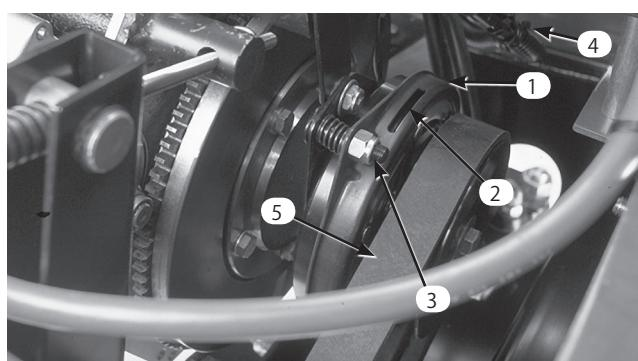

図53
2. クラッチの電気コネクタ（図53）を外す。
3. クラッチのライニングと摩擦プレートとの間のギャップを 0.38 mm のすきまゲージが通れるように調整する（図53）。調整ナットを右に回すと隙間が小さくなる（図53）。隙間の最大値は 0.76 mm である。